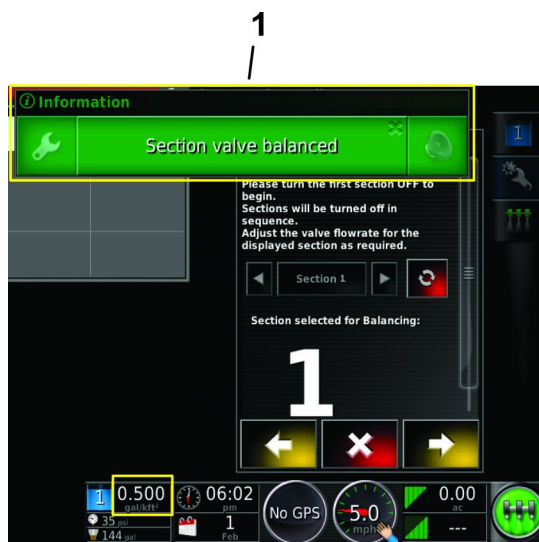

图 58
5. Section Valve Balanced喷洒臂段阀已平衡消息将显示同时阀门平衡向导将自动进入下一个喷洒臂段阀图 58。